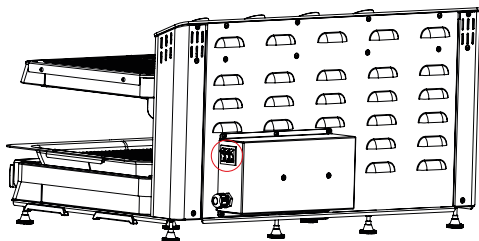
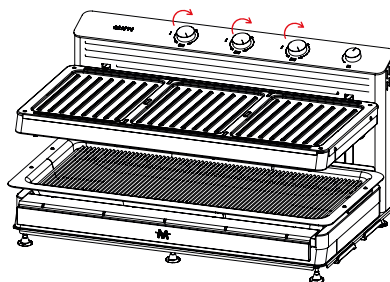

Figura 22
Figura 23
- Se il prodotto non funziona dopo averlo collegato alla presa di corrente, assicurarsi che gli interruttori di accensione/spegnimento (I) siano in posizione.
- Se l'interruttore di accensione/spegnimento (I) è in posizione (Figura 22), aumentare la potenza del regolatore di potenza (Figura 23). Se il prodotto continua a non funzionare, assicurarsi che il ripiano mobile sia posizionato correttamente all'interno del prodotto.